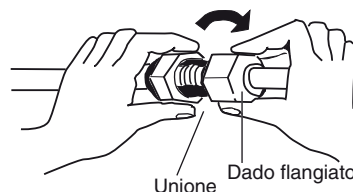

Fig. 5-5
- (3) Per un collegamento corretto, allineare il tubo di raccordo e quello svasato dritti uno rispetto all'altro e quindi avvitare bene il dado flangiato in modo da ottenere un'adesione perfetta. (Fig. 5-5)